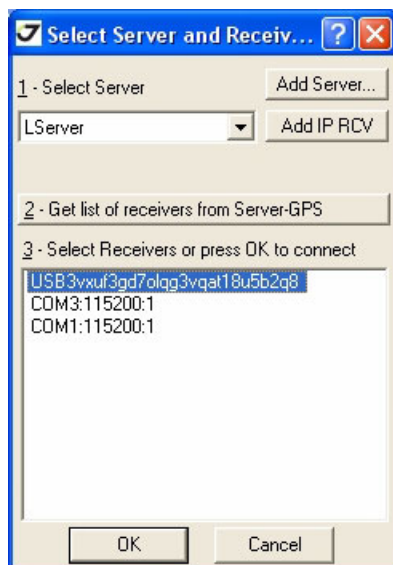

Рисунок 2-3. Параметры соединения - USB
7. Запустите TriVU, выберите порт из списка и нажмите ОК (Рисунок 2-3):